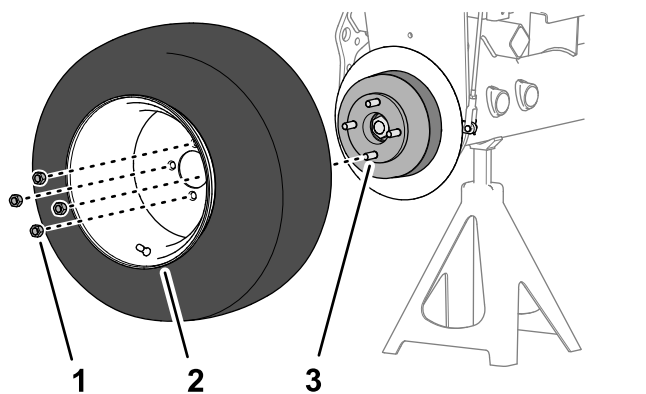

Figura 76
1. Rimuovete i 4 dadi a staffa che fissano la ruota anteriore al mozzo e rimuovete la ruota (**Figura 76**).